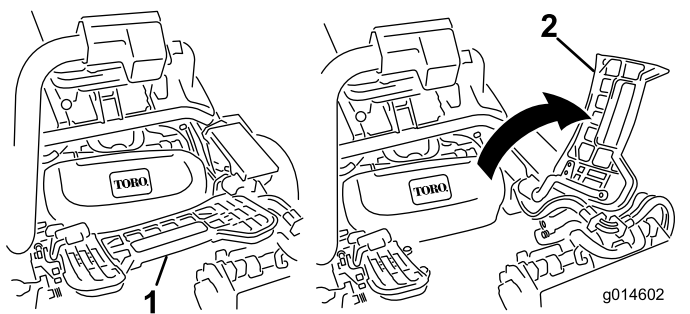

图11
- 如果安装中间滚刀组，应提起搁脚板向上翻，以便接触到中间滚刀组位置（图 11）。